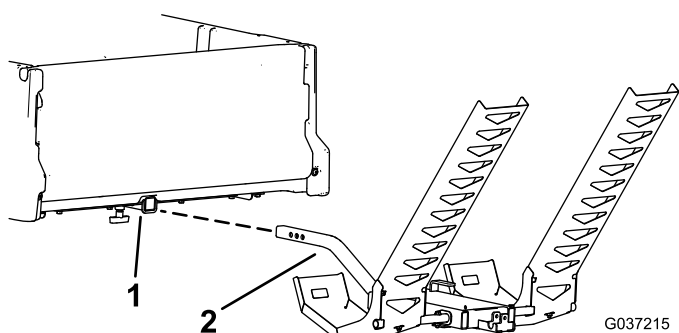

Figura 7
6. Inserte el soporte del esparcidor ensamblado en el tubo receptor de la máquina (Figura 7).